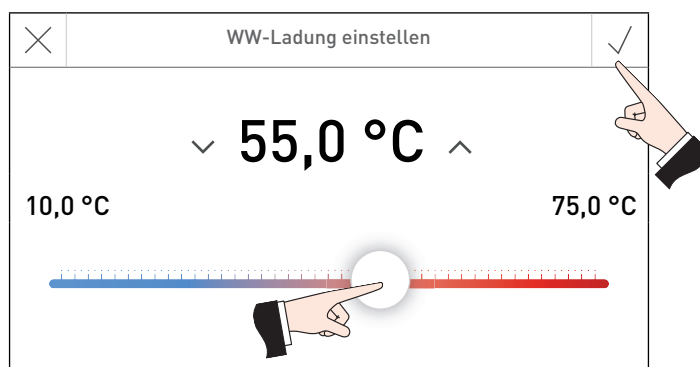

Fig. 8
Wird auf die Schnell-Auswahltaste WW-Ladung (9) gedrückt, kann eine einmalige Warmwasserladung während einer Warmwassersperrzeit (laut Warmwasserprogramm) gestartet werden. Durch Drücken und Schieben der Slider-Taste (Fig. 8) kann die Temperatur eingestellt werden. Funktionsbeschreibung siehe Pkt. 2.5.3.